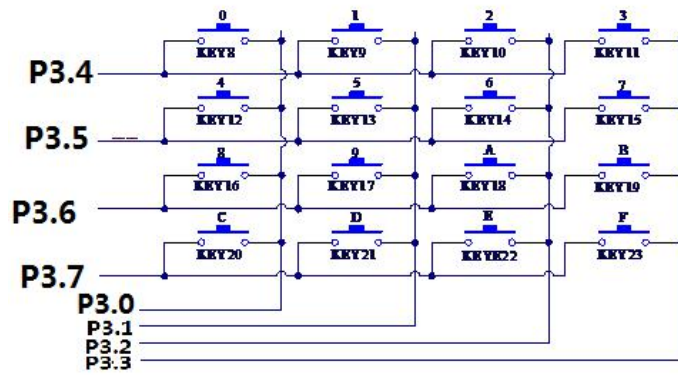

图 2 4×4 阵列式建盘电路
2、已知小键盘与单片机的硬件连接线方式如图 2：行信号： P3.4~P3.7，列信号： P3.0~P3.3 ；数码管采用 P0.0~P0.5 为位选，其经过反相器 74LS06 输出至共阴数码管的位选端； P1 为段选，直接与数码管段选端 a~dp，编程实现扫描按下的键值，并用数码管显示键值。